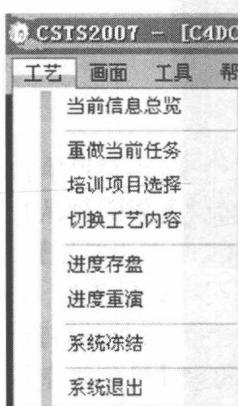

图 1-6 工艺菜单
(1) 工艺菜单：仿真系统启动之后，启动两个窗口，一个是流程图操作窗口，一个是智能评价系统。首先进入流程图操作窗口，进行软件操作。在流程图操作界面的上部是“菜单栏”，下部是“功能按钮栏”(图 1-6)。